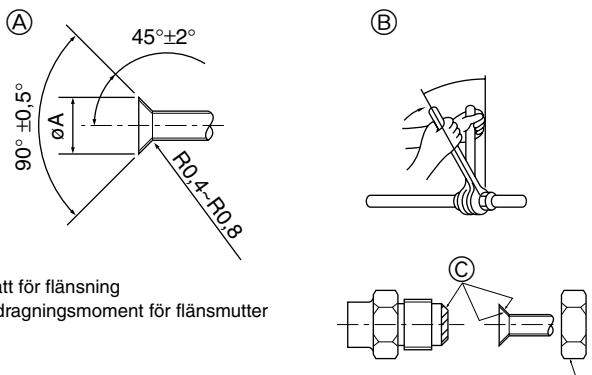

Fig. 4-1
(A) (Fig. 4-1)
(B) (Fig. 4-1)
4.2. Anslutningsrör (Fig. 4-1)